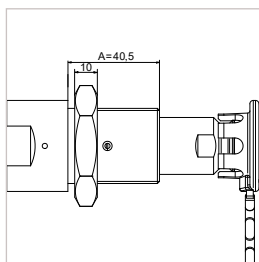

Figure 1
Remarque : Le réceptacle WEH® est conçu pour recevoir une interface de données en saillie dans la zone « A » (Figure 1).
- ▶ Lors du montage du réceptacle WEH®, veillez à ne pas dépasser l'espace de montage autorisé A (Figure 1) de 40,5 mm.